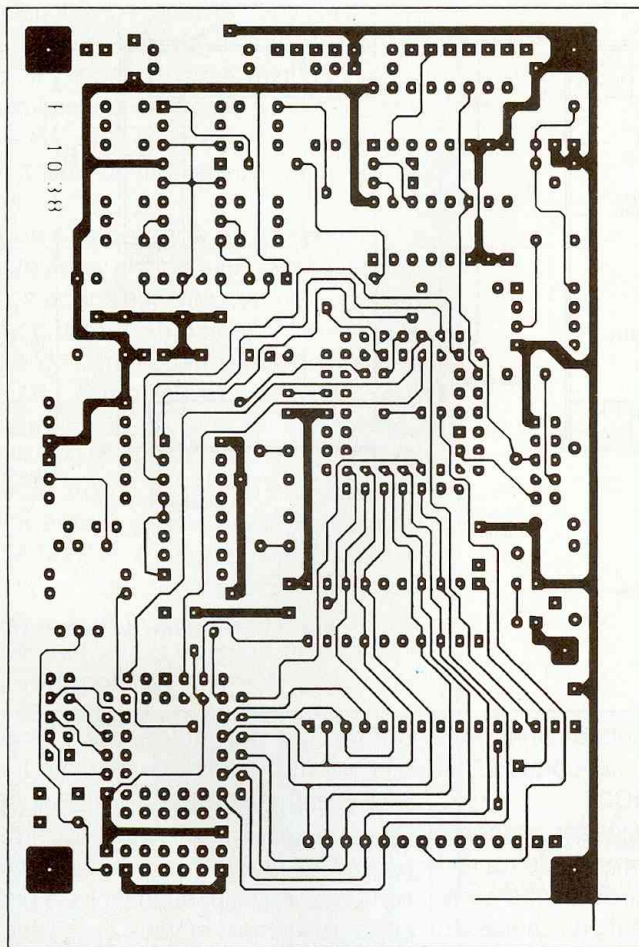

Fig. 14 : C.I. du codeur recto.
– **le CI du codeur**, dont nous donnons les tracés en figures 14 et 15. Comme on le voit, il s'agit d'un double face bien garni. Il n'est pas impossible de le faire soi-même. C'est d'ailleurs ce que l'auteur a fait pour la réalisation du premier proto. Toutefois, il s'agit d'un exercice de style que nous vous déconseillons très vivement. En effet, si les renvois recto-verso sont faciles à obtenir au niveau des supports DIL ou des com-